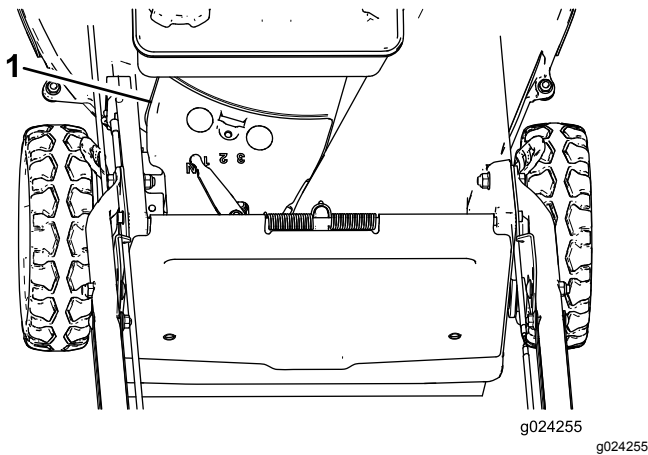

Figure 37
3. Enlevez le couvercle de courroie (Figure 37) du carter du tablier de coupe.